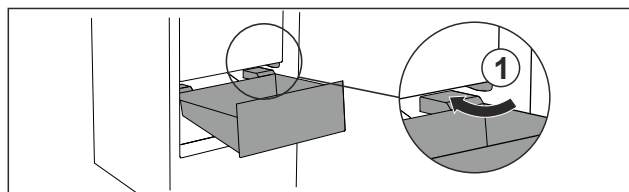

Fig. 78
- Schubfach schräg um die Stopper Fig. 78 (1) herumführen.